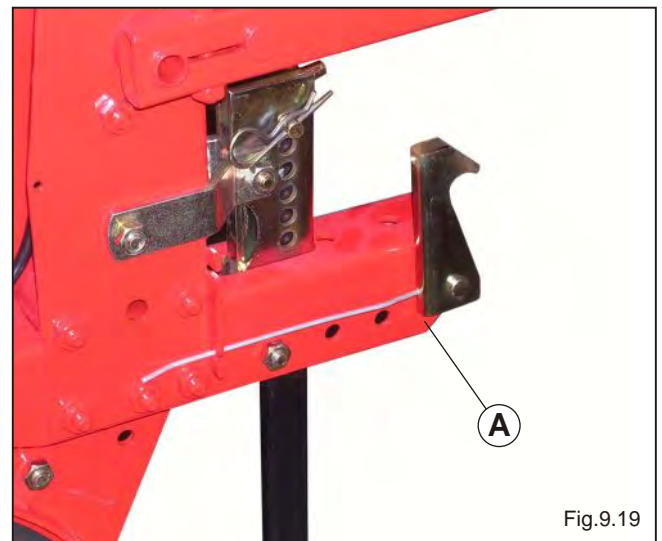

Fig.9.19
- Die Feder **A** in die "obere" Stellung gebracht wird (Abb.9.19);
Überprüfen Sie, dass auf allen arbeitenden Elementen, die Feder zum Einhängen in "unterer" Stellung ist (cfr. Abb. 9.19). Es kann vorkommen, dass während des Saatvorgangs ein Element, dessen Einhängfeder in "oberer" Stellung gelassen wurde, sich einhängt und somit von der Saat ausgeschlossen wird.